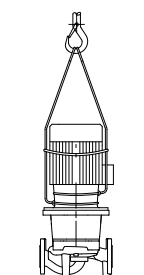

Fig. 34: Transportul pompei
- Inelele de transport de la motor servesc doar la ghidare în momentul prinderii sarcinii (Fig. 34).